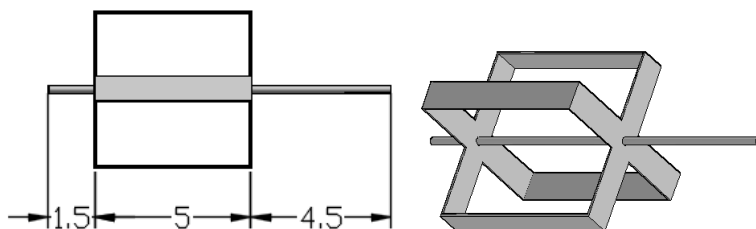

Figura 6.5. Armado del rotor. Vista lateral y en perspectiva.
-El rotor puede tener forma cilíndrica o como se muestra en la figura 6.5. El eje va soldado al rotor.